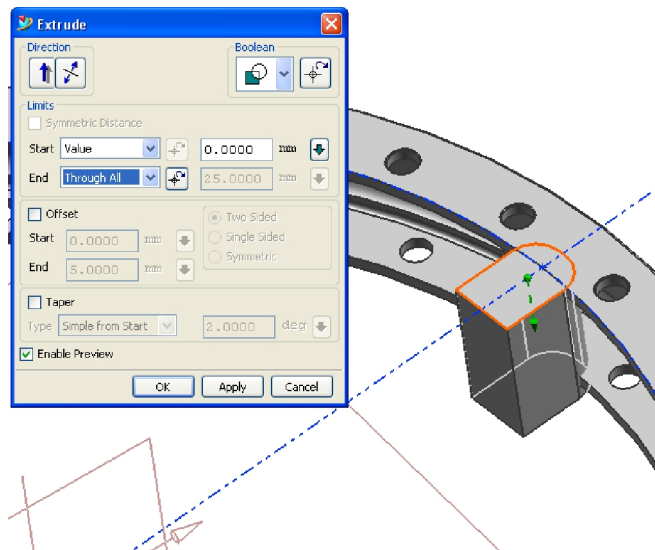
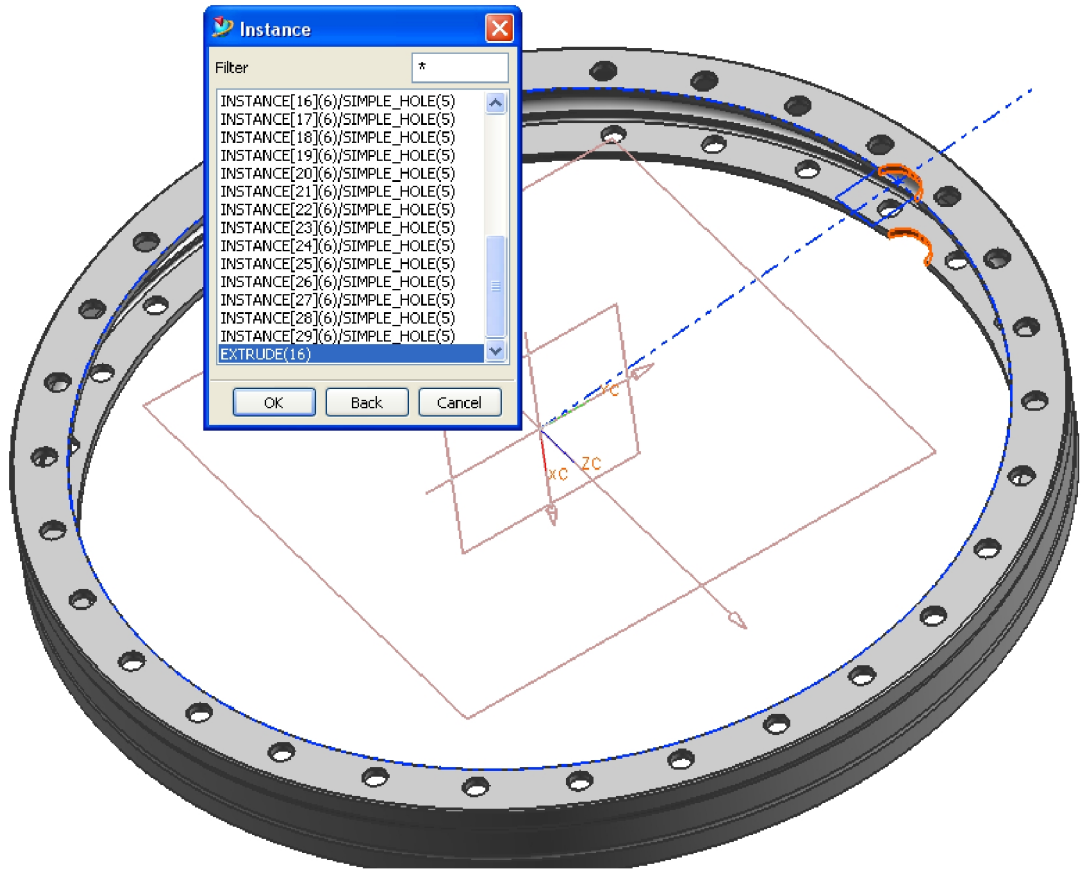

Рис. 67. Создание выборки
Рис. 68. Создание массива выборок
7. Создайте выборку в кольце: **Insert** → **Design Feature** → **Extrude...** Выберите в графической области эскиз, задайте в окне **Extrude** параметры: **Through All** и **Subtract** для **Boolean**, нажмите **OK** (Рис. 67). Создайте массив выборок: **Insert** → **Associative Copy** → **Instance...** Выберите **Circular Array** → **Extrude**, **OK** (Рис. 67). Задайте число выборок 30 и угловой шаг $-360/30$, нажмите **OK**. Задайте ось вращения, **OK**. Окончательная модель проставки показана на Рис. 68.